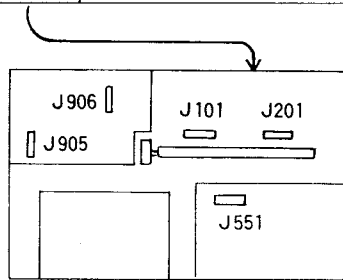

Abb. 4
- Um die Drähte vom Laufwerk abzutrennen, die Kabelsicherungen entfernen und die fünf Stecker gemäß Abb. 4 vom Laufwerk abziehen.
- C. Die Stecker der Funktionstasten an die richtigen Buchsen anstecken (siehe Abb. 4).